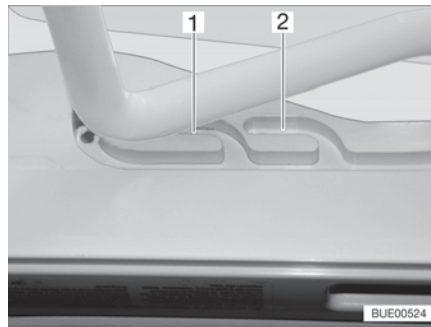
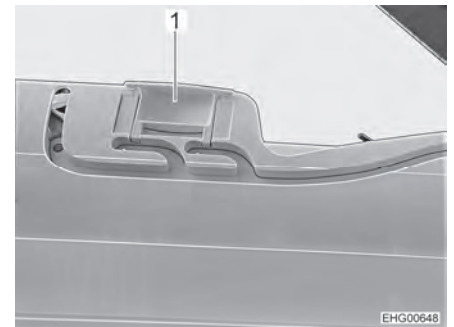

Bild 55 Führung (Lüftungsstellung)
Bild 56 Verriegelung (Lüftungsstellung)
Die Heki-Dachhaube kann in zwei Lüftungsstellungen gebracht werden: Schlechtwetterstellung (Bild 55,1) und Mittelstellung (Bild 55,2). Je nach Modell kann die Dachhaube in der Mittelstellung mit den beiden Riegeln (Bild 56,1) links und rechts am Rahmen der Dachhaube verriegelt werden.
- Den Bügel leicht nach oben drücken und in die gewählte Führung (Bild 55,1 oder 2) schieben und ggf. verriegeln.